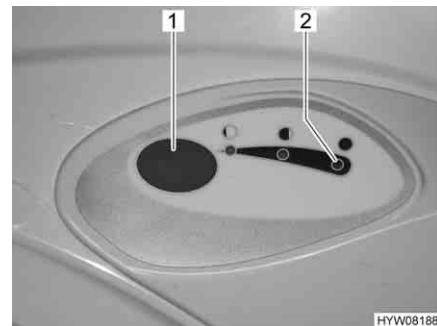

Fig. 110 Pulsante dello sciacquone/spia di controllo toilette Thetford
- Per sciacquare premere il pulsante blu (Fig. 110,1).
La spia di controllo (Fig. 110,2) si accende quando il serbatoio fisso deve essere svuotato.